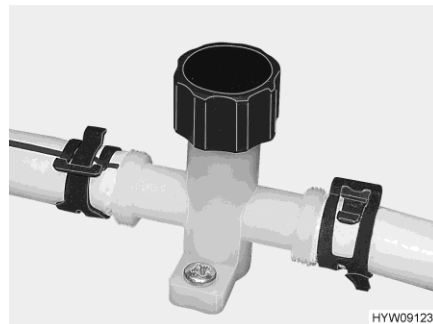
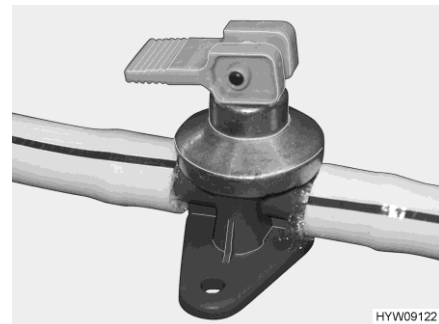

Fig. 202 Robinet de vidange (conduite d'eau)
Fig. 203 Robinet de vidange (chauffe-eau Alde)
- Fermer les robinets de vidange (Fig. 202 et Fig. 203). Tourner pour cela les capuchons dans le sens des aiguilles d'une montre ou mettez le commutateur à bascule à l'horizontale. L'emplacement de la valve de sécurité et de vidange et des robinets de vidange est présenté au paragraphe 10.7 à la fin de ce chapitre.